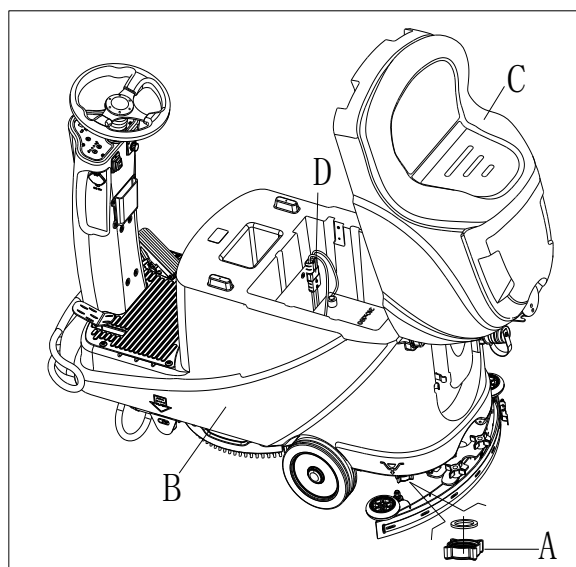

Figura 15
7. Goliți rezervorul de soluție prin capacul (A, Figura 15). Și apoi clătiți rezervorul cu apă curată.
2. Goliți rezervoarele (B și C, Figura 15) cum se arată în paragrafele anterioare.
2. Deconectați conectorul (D, Figura 15) al bateriei.